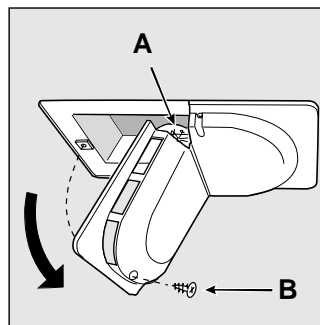

Bild 5
- Lampbyte. Gör apparaten spänningslös genom att dra ut stickproppen ur vägguttaget. Byt ut lampan mot en ny av samma effekt dock högst 15 Watt. Lossa fastsättningskruven "B", som finns bakom lampskyddet och skruva av glödlampan "A" (bild 5).